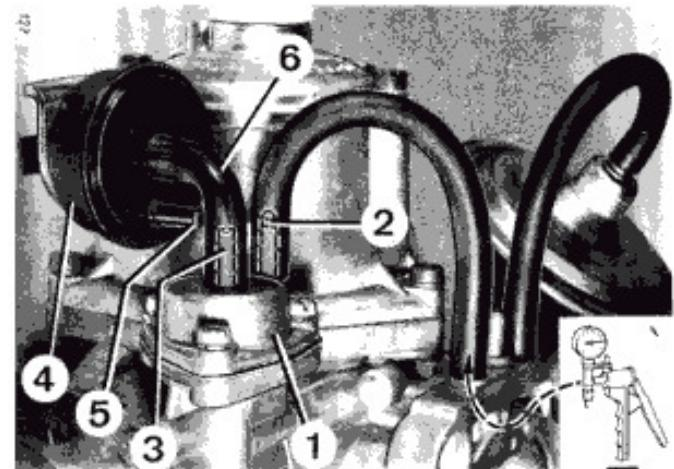

Рис. 7
## 7. ПРОВЕРКА УСТРОЙСТВА ОБОГАЩЕНИЯ PULLDOWN (Рис. 7)
- Отсоединить шланг (6) от штуцера (3) и заглушить штуцер.
- Присоединить ручной вакуумный насос согласно Рис. 7 к устройству Pulldown (1) и накачать отрицательное давление (400 mbar).